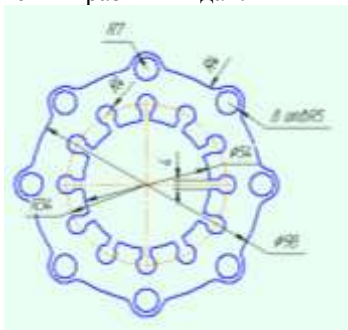

Рисунок 30
- На Панели свойств (см. рисунок 30) выбирается режим: Вдоль всей окружности, задается количество копий и указывается (или вводится) центр окружности. после того, как окружности отобразятся на рисунке их необходимо закрепить, нажав кнопку Создать объект: